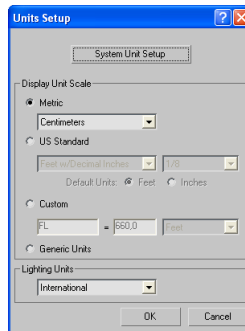

Abbildung 1.2: Über Customize wird das Units Setup aufgerufen.
1. Über Customize wird das Units Setup aufgerufen. Dort für Display Unit Scale die Einstellung Metric mit der Option Centimeter wählen (siehe Abbildung 1.2).